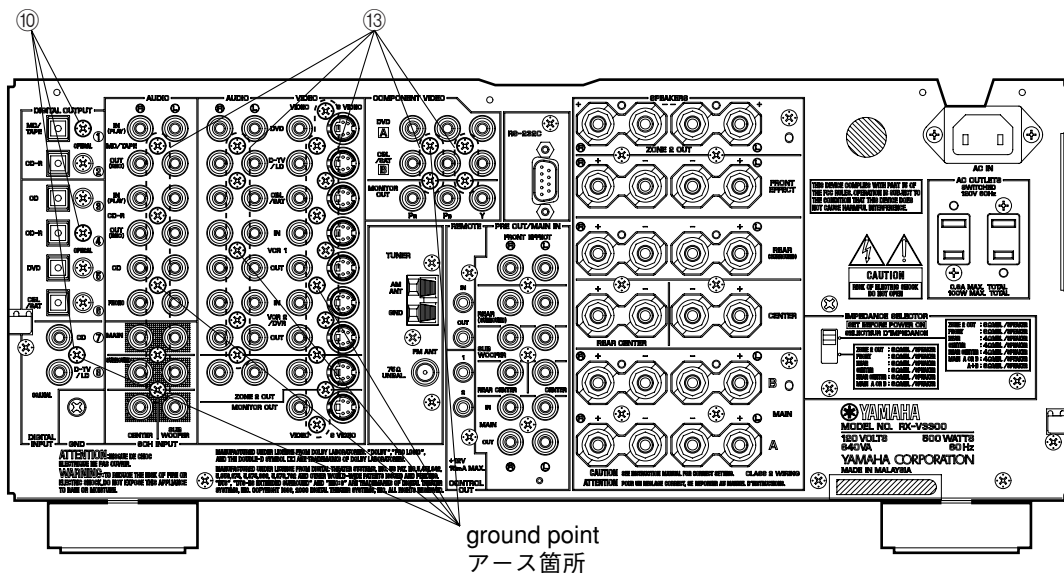

Fig. 3
- Remove 3 screws (⑩). (Fig. 3)
- ⑩のネジ3本を外します。(Fig. 3)
6. Removal of VIDEO (1), (2), (4) ~ (8) and FUNCTION P.C.B.s
- Remove 24 screws (⑬). (Fig. 3)
- The P.C.B. removed from the rear panel does not work because its grounding is loose. Be sure to connect the ground of each P.C.B. to the chassis or GND with a jumper wire or the like. (Refer to Fig. 3)
6. VIDEO (1)、(2)、(4)～(8)、FUNCTION P.C.B.の外し方
- ⑬のネジ24本を外します。(Fig. 3)
- リアパネルから外したP.C.B.はアースが浮いて動作しませんので、各P.C.B.のアースをリード線等でシャーシまたはGNDに接続してください。(Fig. 3 参照)